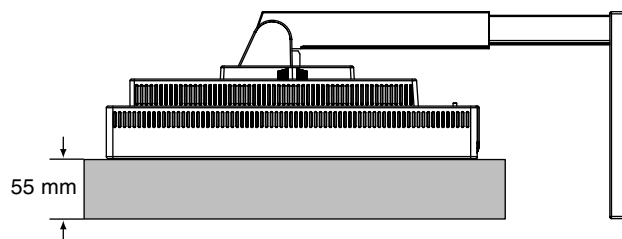

Figure S.1
3. Placez le moniteur face vers le bas sur une surface non abrasive. Placez l'écran sur une plate-forme de 55 mm de manière à ce que le support soit parallèle à la surface. (**Figure S.1**)